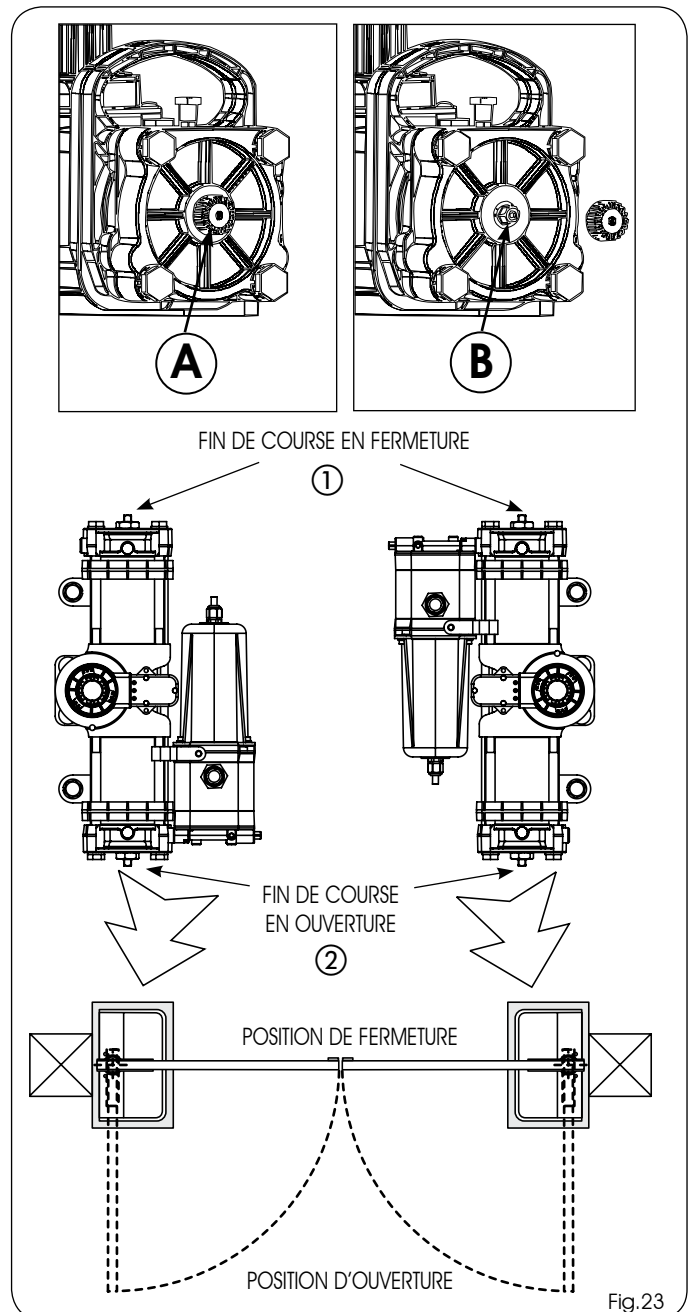

Fig.23
- 3) Dévisser sur l'opérateur le bouchon (Fig.23 réf.A) de la vis de fin de course en fermeture (Fig.23 réf.①)
- 5) Visser le bouchon (Fig.23 réf. A) de la vis de fin de course.
- 7) Dévisser le bouchon (Fig.23 réf. A) de la vis de fin de course d'ouverture (Fig.23 réf.②).
- 8) DÉVISSER la vis (Fig.23 réf. B) de fin de course en ouverture (Fig.23 réf. ②), jusqu'à ce que l'actionnement du vantail commence son mouvement.